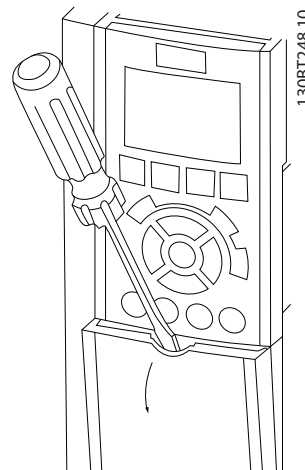

Bild 2.9 Åtkomst till styrkablar för A2-, A3-, B3-, B4-, C3- och C4-kapslingar
- Ta bort skyddsplåten med en skruvmejsel. Se Bild 2.9.